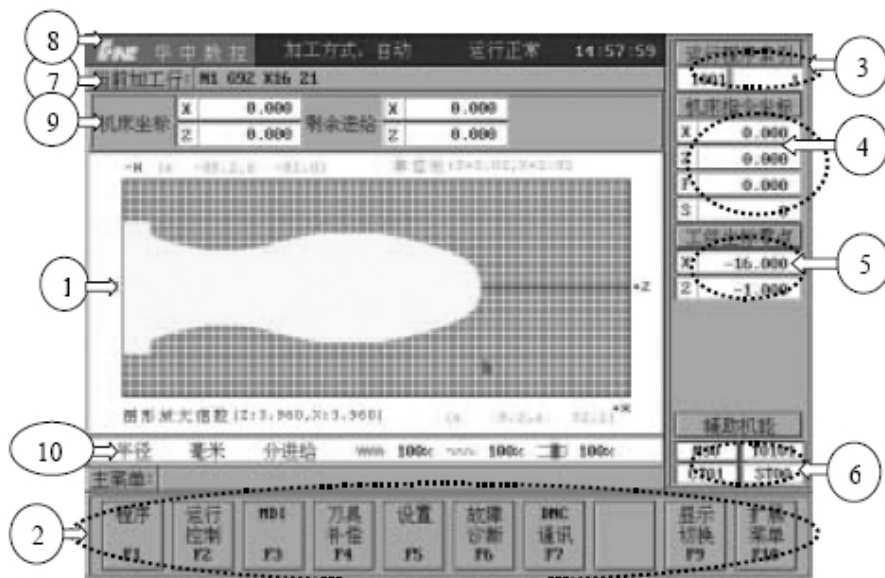

图 1-3 数控系统显示屏
(1) 显示屏。显示屏是数控系统人机对话的界面,显示一系列的数字、文字、符号以及向用户反应机床的即时信息。其布局如图 1-3 所示。